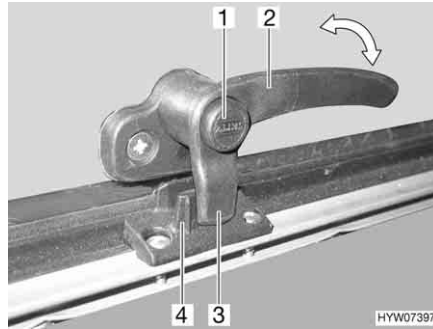
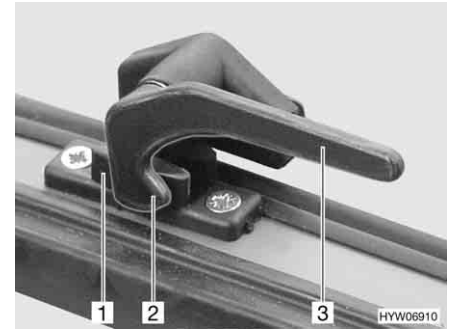

Fig. 76 Levier de verrouillage avec bouton de sécurité en position "Fermé"
Fig. 77 Levier de verrouillage en position "Fermé"
- S'il existe, appuyer sur le bouton de sécurité (Fig. 76,1) et le maintenir enfoncé.
- Tourner le levier de verrouillage (Fig. 76,2 ou Fig. 77,3) d'un quart de tour vers le centre de la fenêtre.
- Tourner le levier de verrouillage (Fig. 76,2 ou Fig. 77,3) d'un quart de tour vers le cadre de la fenêtre. Le tenon de verrouillage (Fig. 76,3 ou Fig. 77,2) du levier de verrouillage repose complètement sur le côté intérieur du verrouillage de fenêtre (Fig. 76,4 ou Fig. 77,1).
- En position "Fermé" (Fig. 76 et Fig. 77)